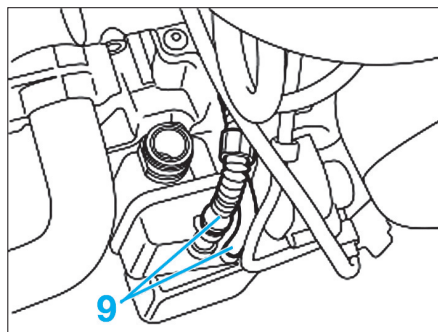

Fig. 45
- Débrancher les tuyaux du réservoir (9) du bloc hydraulique de sélection (Fig.45).